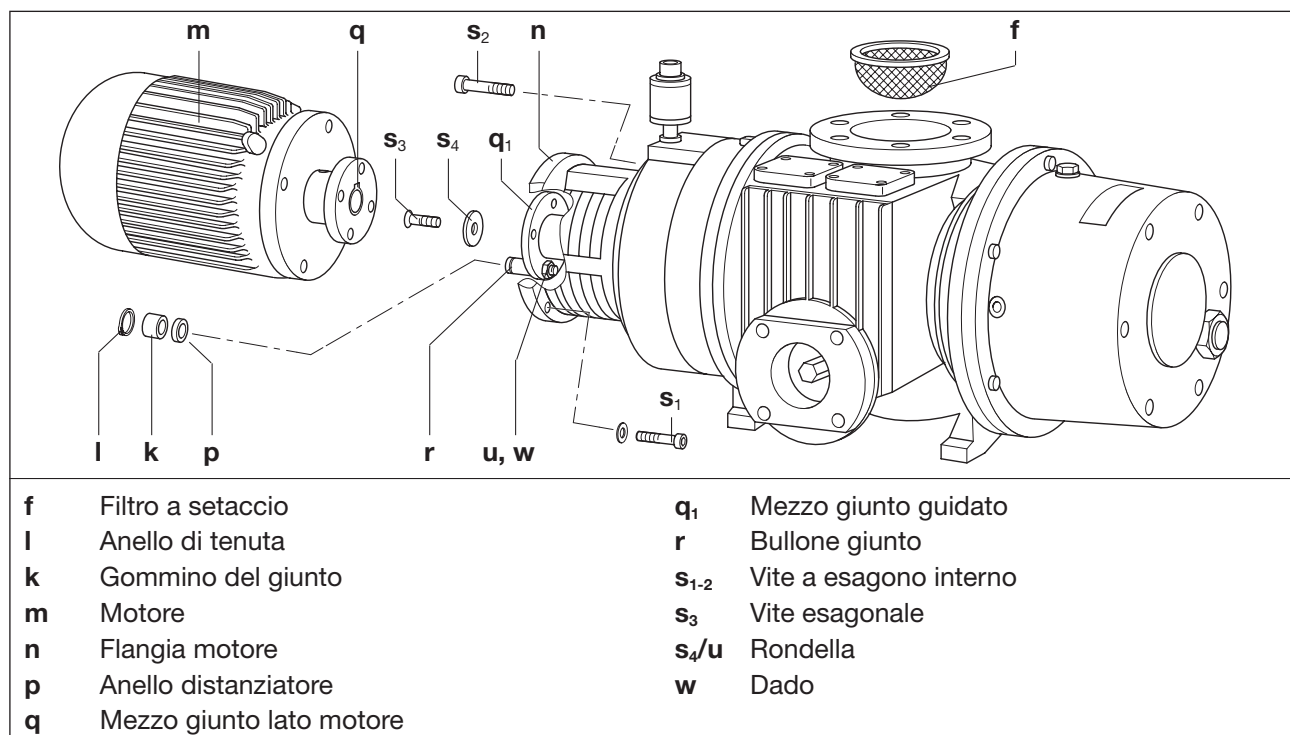

Fig. 9 Filtro a setaccio e giunto VWP 500-1500
Il filtro a setaccio (Fig. 9/f) deve essere lavato più o meno frequentemente in base al grado di impurità del mezzo aspirato, oppure deve essere sostituito.
- Rimuovere e pulire il filtro a setaccio (Fig. 9/f).
I gommini del giunto (Fig. 9/k) sono soggetti a usura e devono essere controllati regolarmente (almeno 1 x anno). I gommini del giunto usurati si notano attraverso un rumore di battito all'avvio della pompa.
- Fissare il dispositivo di sollevamento al motore (Fig. 9/m) (per esempio con imbragature a cappio o cinghie di sollevamento).
- Allentare le viti (Fig. 9/s₁) del motore (Fig. 9/m).
- Rimuovere il motore e la metà del giunto lato motore (Fig. 9/q₁) dalla flangia (Fig. 9/n) in senso assiale e sollevarlo con sollevatore.
- e) Allentare le viti (Fig. 9/s₂) della flangia motore (Fig. 9/n) e rimuovere la flangia.
- f) Controllare i gommini del giunto. Se i gommini del giunto (Fig. 9/k) sono danneggiati, rimuovere gli anelli di sicurezza (Fig. 9/l) dal perno di accoppiamento (Fig. 9/r) e sostituire i gommini del giunto (Fig. 9/k). Lasciare gli anelli distanziatore (Fig. 9/p) .
- g) Controllare i perni del giunto (Fig. 9/r) e sostituirli se necessario.
A tal fine, allentare la vite svasata (Fig. 9/s₃) e rimuoverla con la rondella (Fig. 9/s₄). Con l'ausilio di un estrattore adatto, estrarre la metà del giunto guidato (Fig. 9/q₁) dal pistone rotante. Allentare i dadi (Fig. 9/w) con le rondelle (Fig. 9/u) e sostituire i perni del giunto.
- h) Rimontare i perni del giunto (Fig. 9/r) con rondelle (Fig. 9/u) e dadi (Fig. 9/w).
- i) Spingere la metà del giunto (Fig. 9/q₁) sul pistone rotante e fissarlo con la rondella (Fig. 9/s₄) e la vite svasata (Fig. 9/s₃).
- j) Applicare la flangia del motore (Fig. 9/n) e fissarla con le viti (Fig. 9/s₂).
- k) Spingere il motore (Fig. 9/m) con metà giunto lato motore (Fig. 9/q₁) in direzione assiale e fissare con le viti (Fig. 9/s₁) sulla flangia motore (Fig. 9/n).
- b) Fissare il dispositivo di sollevamento al motore (Fig. 9/m) (per esempio con imbragature a cappio o cinghie di sollevamento).
- c) Allentare le viti a esagono interno (Fig. 9/s₁) del motore (Fig. 9/m).
- d) Rimuovere il motore e la metà del giunto lato motore (Fig. 9/q) dalla flangia (Fig. 9/n) in senso assiale e sollevarlo con sollevatore.
- e) Allentare le viti ad esagono interno (Fig. 9/s₂) sulla flangia del motore (Fig. 9/n) e rimuovere la flangia del motore.
- g) Estrarre il giunto guidato (Fig. 9/q₁) dal pistone rotante con un estrattore adatto.
- i) Allentare il tappo a vite (Fig. 9/K₁) e scaricare l'olio dalla camera dell'olio sul lato azionamento.
- r) Spingere la metà del giunto (Fig. 9/q₁) sul pistone rotante e fissarlo con la rondella (Fig. 9/s₄) e la vite svasata (Fig. 9/s₃).
- s) Applicare la flangia del motore (Fig. 9/n) e fissarla con le viti (Fig. 9/s₂). Coppia: VWP 500 = 10 Nm, VWP 1000-1500 = 23 Nm
- t) Spingere il motore (Fig. 9/m) con metà giunto lato motore (Fig. 9/q₁) in direzione assiale e fissare con le viti (Fig. 9/s₁) sulla flangia motore (Fig. 9/n). Coppia: VWP 500 = 23 Nm, VWP 1000-1500 = 46 Nm
- r) Chiudere il tappo a vite (Fig. 9/K₁).